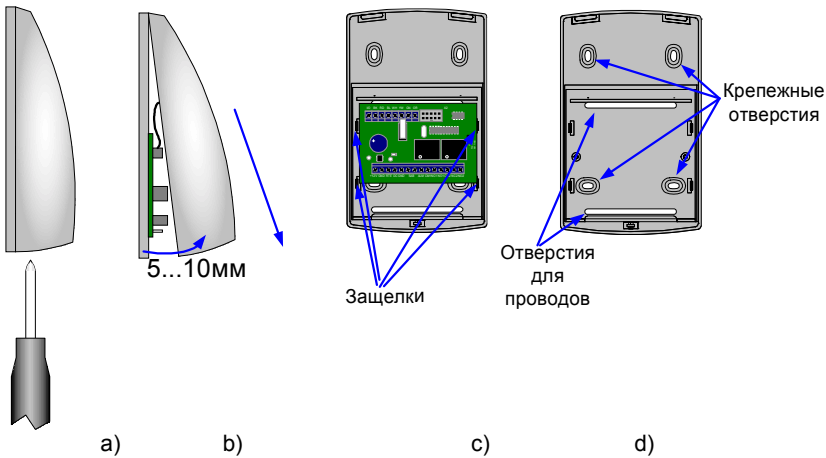

Рисунок 3.
- ослабьте винт в нижней части корпуса контроллера, см. рис. 3 а).
- аккуратно освободите из защелок печатную плату, размещенную в задней крышке корпуса, см. рис. 3 в).
- используя заднюю крышку контроллера как шаблон, см. рис. 3 г), отметьте и просверлите крепежные отверстия диаметром 6 мм на глубину установки дюбеля.
- вставьте переднюю крышку на место и закрепите ее винтом, см. рис. 3 а).